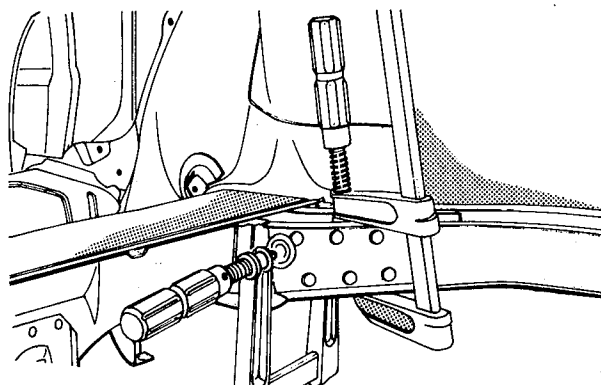

fig. 184
6. Posicionar a nova longarina e fixá-la com grampos (fig. 184). Conferir o seu alinhamento e dimensionamento